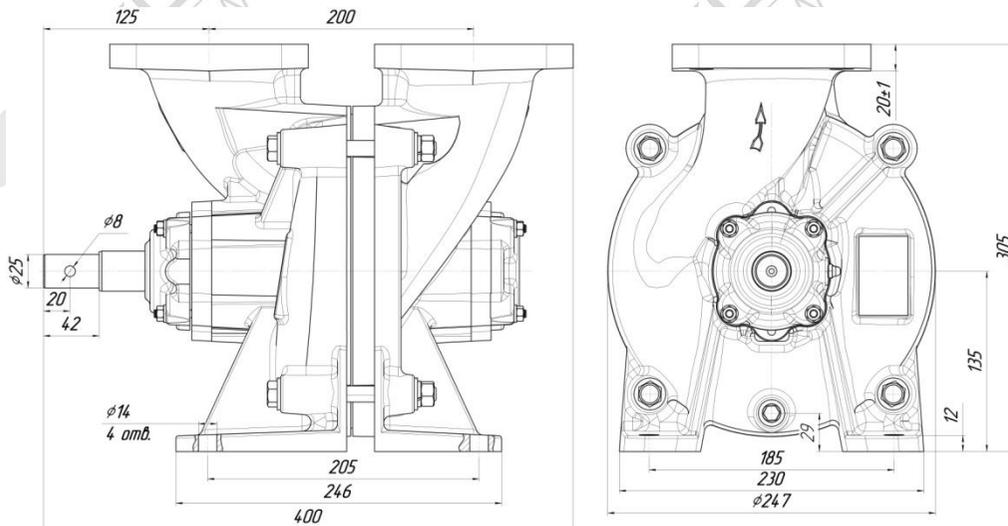
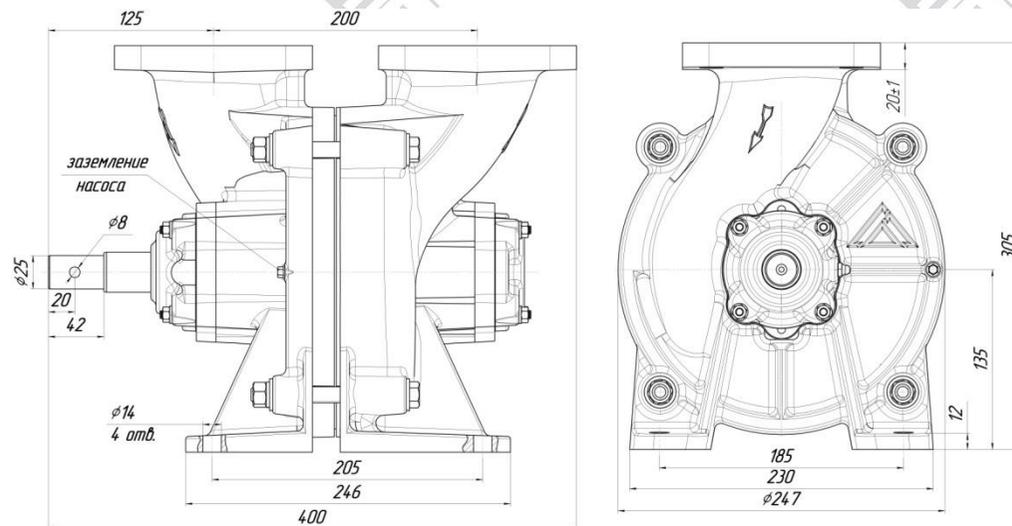
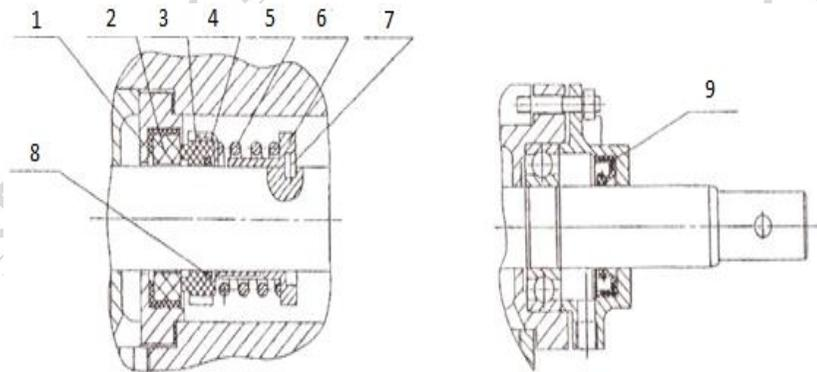
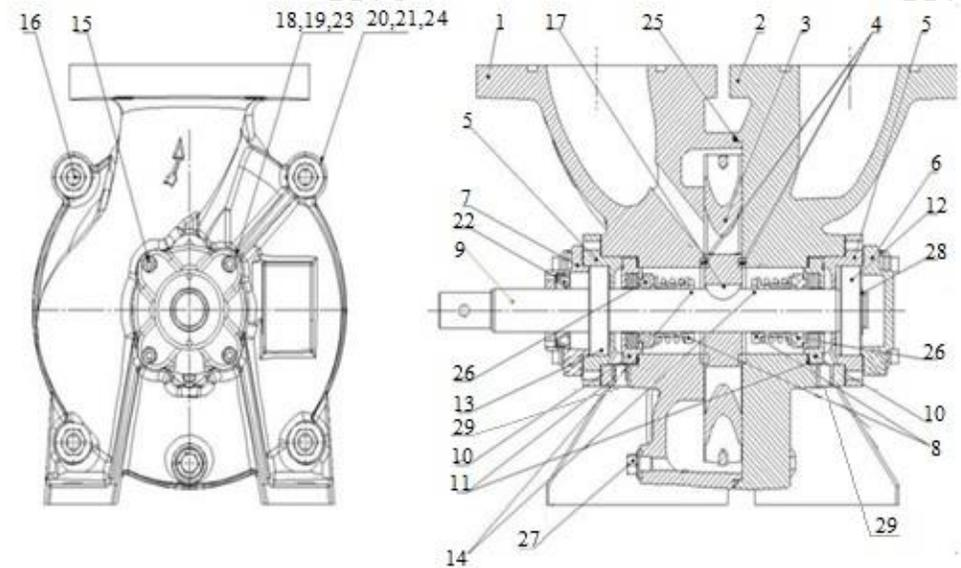

Рис. 2. Габаритные и присоединительные размеры насосов правого вращения.
Рис. 3. Габаритные и присоединительные размеры насосов левого вращения.
Рис. 10 Торцевое уплотнение СВН.
Рис. 8 Перечень основных узлов и деталей насоса:
- Снять с вала 9 детали торцевого уплотнения (см. рис. 10);
- Отвинтить 4 гайки М12 и вынуть болты М12×130 поз.16 (Рис. 8), скрепляющие между собой секции всасывающую 2 и напорную 1 насоса;
- Снять с вала 9 (Рис.8) колесо 3 и шпонку сегментную 17;
3.1 В состав насоса входят составные узлы и детали, перечень которых приведен на Рис. 8
4.1 Насосы выпускаются правого (Рис. 2) и левого (Рис. 3) вращения. Направление вращения определяется положением выходного вала насоса. В насосе правого вращения выходной конец вала находится со стороны напорного патрубка. Вращение вала 9 Рис. 8 производится по часовой стрелке. В насосе левого вращения выходной конец вала находится со стороны всасывающего патрубка. Вращение вала 9 производится против часовой стрелки.
приводит к вытеснению воздуха у ступицы колеса в отвод. Этот процесс продолжается до тех пор, пока весь воздух не будет откачен из всасывающего трубопровода, а перекачиваемая жидкость не заполнит освободившийся объем. Кинетическая энергия вращающегося Колеса 3 передается перекачиваемой жидкости, и она поступает в напорный трубопровод. Освободившееся пространство вновь наполняется перекачиваемой жидкостью. Этот процесс при работе насоса происходит непрерывно. Направление движения рабочей жидкости в насосе показано на Рис. 2 и 3.
- 7.1 Необходимо проверять не реже одного раза в неделю величину утечек рабочей жидкости через уплотнения в контрольных отверстиях 29 Рис. 8; надежность затяжки крепежных деталей.
- 7.5 Для замены: деталей Рис. 10 торцевых уплотнений 26; уплотнительного кольца 25; рабочего колеса 3; подшипников 12 и 13 Рис. 8 необходимо:
- Отвинтить 8 гаек М6 поз. 23 и снять проходную крышку 7 и глухую 6 (Рис. 8);